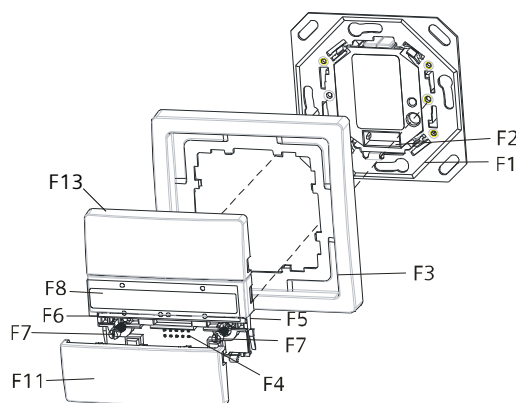

Bild 3: Montagereihenfolge
- Den Taster (Bild 3) komplett mit dem Rahmen (F3) von dem Busankoppler UP (F1) abziehen: